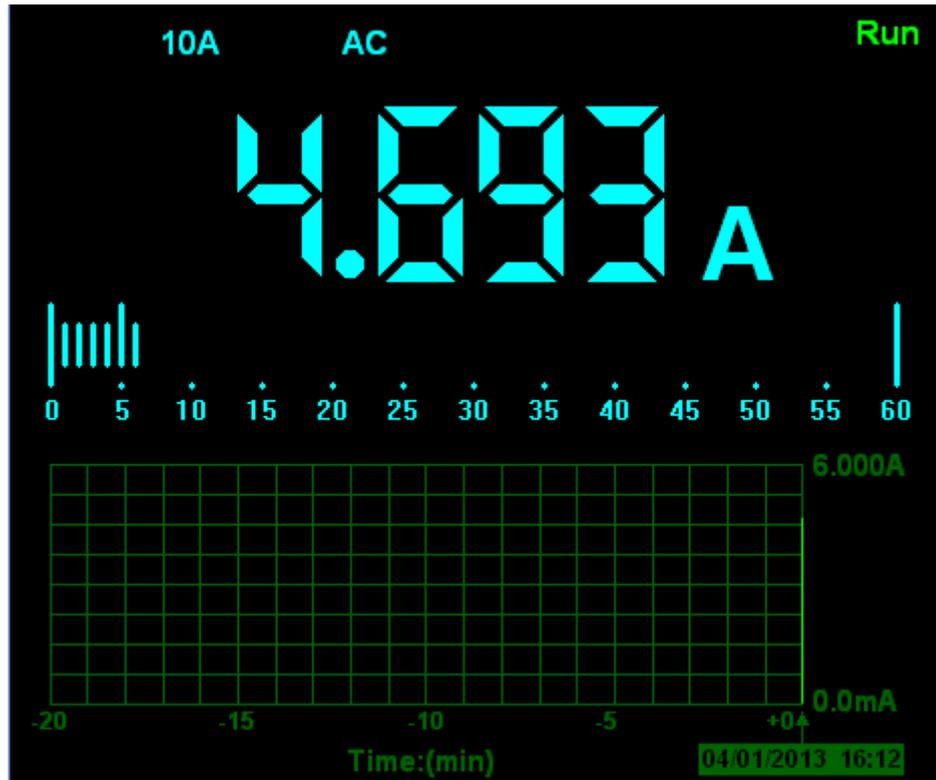

图2-12
- e) 将红色和黑色表笔连接到被测点，屏幕将显示被测点的交流电流值（如图2-12）。